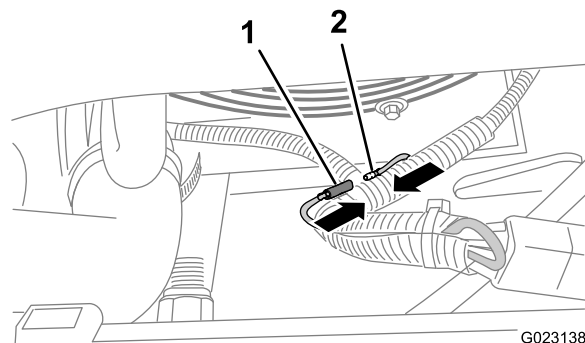

図 6
- エンジン点火モジュールからきている灰色の電線についている弾丸形のリードを外し、このリードを、先ほどエンジン前方まで配設したリアキースタートハーネスのコネクタに接続する図 6。